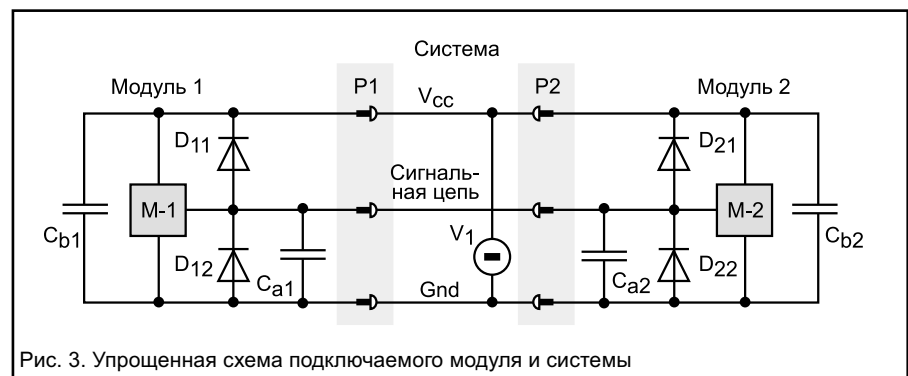

Рис. 3. Упрощенная схема подключаемого модуля и системы
Предполагается, что входы и выходы микросхем, описанные выше, подключаются к работающей системе, и весь интерфейс можно представить как набор подобных выводов. Подключаемый модуль и система показаны на рис. 3. Для определенности скажем, что модуль М-1 уже подключен к системе. Этот модуль получает энергию через источник V_1 .
При подключении нового модуля к системе, переключаемая емкость цепи должна быть заряжена до уровня напряжения на той цепи, к которой она подключается. В противном случае, при подключении конденсатор C_{S2} (рис. 3) будет перезаряжаться, и возникнет ток, из-за которого могут произойти помехи в
2) Интерфейс состоит только из микросхем, не имеющих диодов D_{11} и D_{21} , показанных на рис. 3.